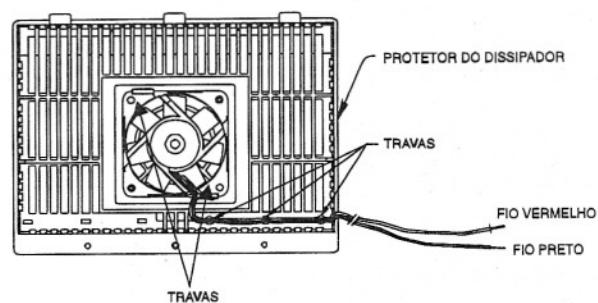

Fig. 4
- Pressione as duas travas que prendem o ventilador e retire-o (fig.4).